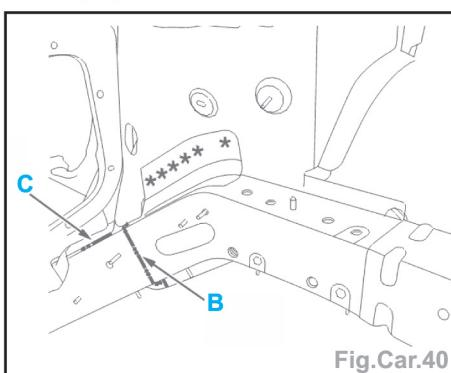

Fig. Car.40
- Déposer la fermeture de brancard partielle (Fig.Car.40).